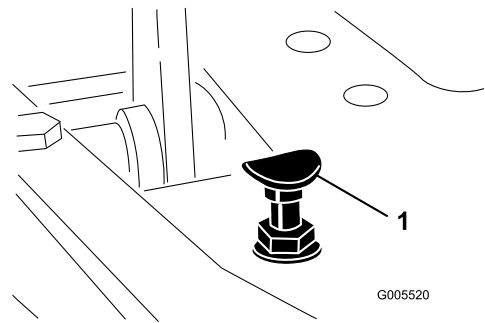

Bild 55
Stellen Sie den Funktionsschalthebel in die Transportstellung und drücken Sie das Gaspedal nach unten, um die maximale Transportgeschwindigkeit zu erreichen. Wenn das Pedal den Anschlag erreicht (Bild 55), bevor das Kabel gespannt ist, müssen Sie die Einstellung ändern:
1. Stellen Sie den Funktionsschalthebel in die Transportstellung lösen Sie die Sicherungsmutter, mit der der Pedalstopp an der Grundplatte befestigt ist (Bild 55).